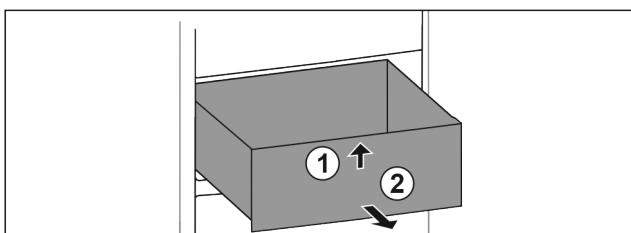

Fig. 66
- Soulever la partie avant du tiroir. Fig. 66 (1).
- Retirer le tiroir par l'avant. Fig. 66 (2)